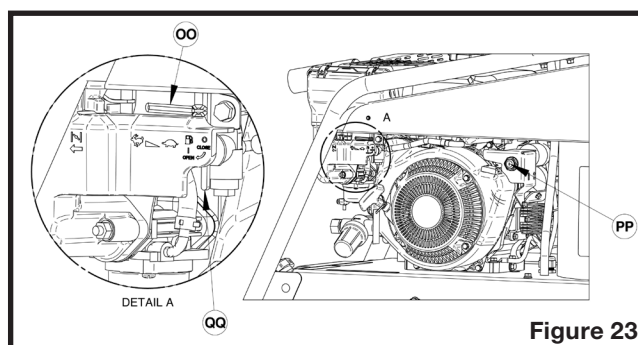

Figure 23
5. Déplacer le levier des gaz (OO sur la figure 23) complètement vers la droite.
7. Tourner l'interrupteur du moteur (PP sur la figure 23) en position « OFF ».
8. Tourner vers la droite la valve d'essence (QQ sur la figure 23), à la position « close ».